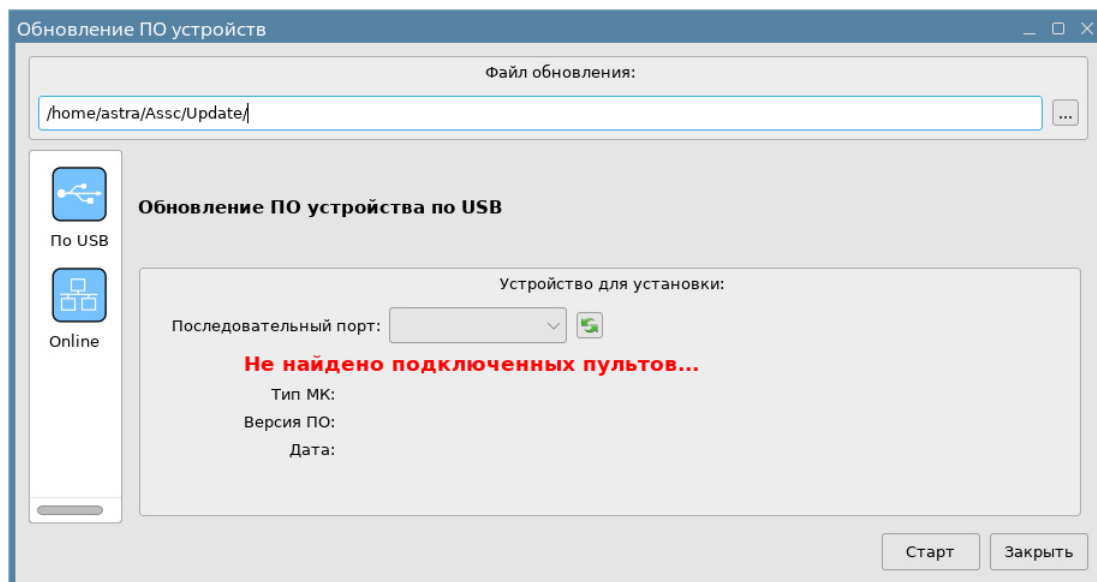

Рисунок 4.31 – Окно обновления встроенного ПО для устройств
- 3) в появившемся окне (см. рисунок 4.31) следует выбрать путь к файлу обновления «`sxPD_X_X_XXX.sx`». Последовательный порт, к которому подключен пульт, определяется автоматически;